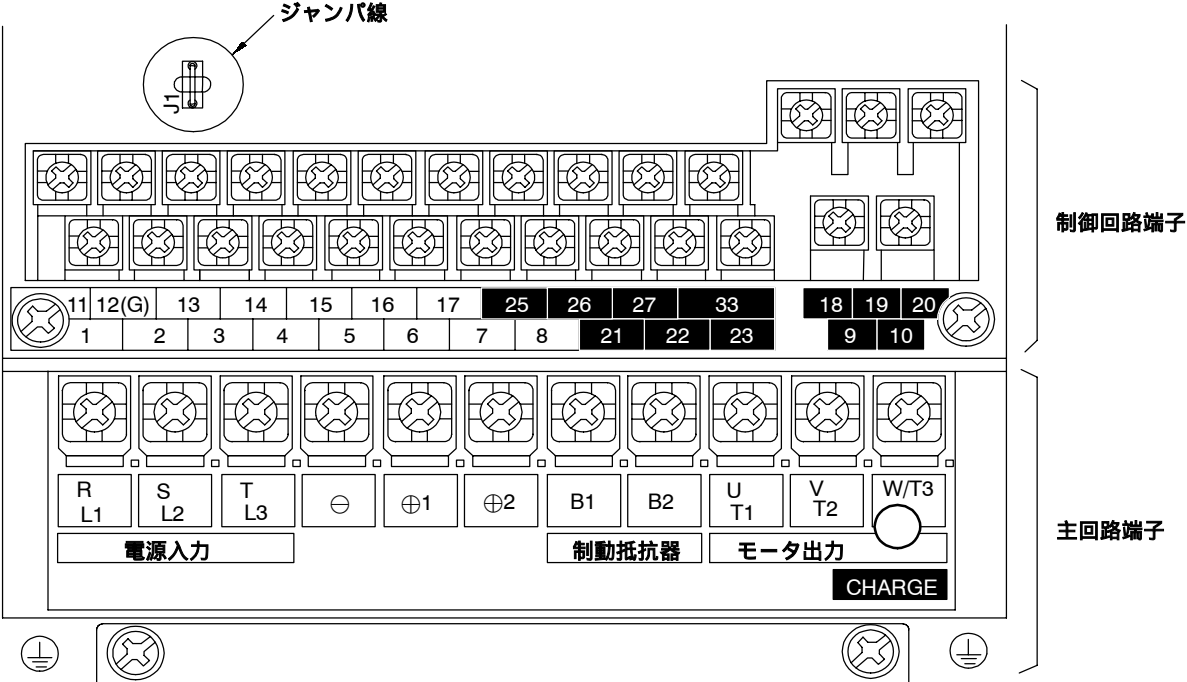

図7.11 ジャンパ線の取り付け位置 200 V 級 0.4 kW のインバータの例
- 周波数指令（電流）端子 14 に電圧を入力する場合（設定値 0 または 1）は、必ず制御基板のジャンパ J1 を切断してください（図7.11 参照）。ジャンパを切断しないで電圧を入力すると、入力抵抗が焼損します。